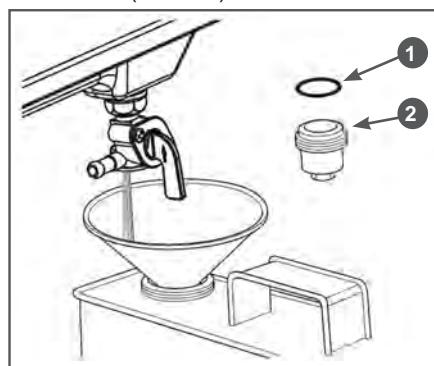

Рис. 21 Слив топлива с топливного бака
- открутите стакан 2 отстойника (Рис. 21);
- откройте топливный кран и слейте топливо в приготовленную для этого ёмкость (Рис. 21)
- уставновите на место стакан отстойника. Перед установкой убедитесь в том, что уплотнительное кольцо 1 находится на месте и не повреждено (Рис. 21).